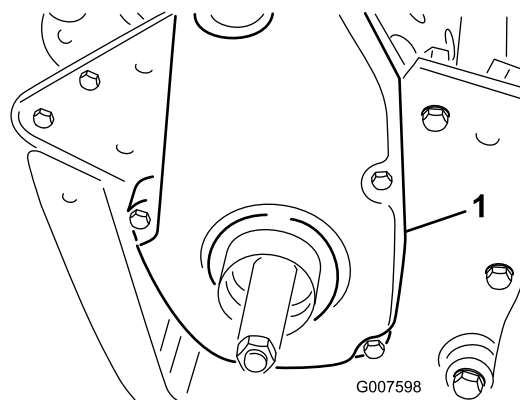

図 36
1. ベルトカバー取り付けネジを外してカバーを取り、ベルトを露出させる図 36。